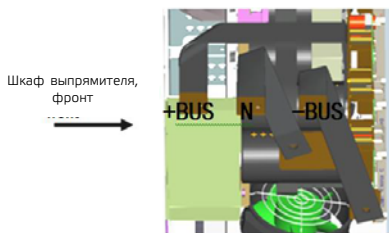
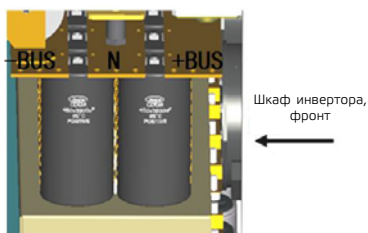

Рис. 3-18: Гибкая медная шина шкафа выпрямителя
Рис. 3-19: Медная шина шкафа инвертора
3. Подключите шину. Подключите гибкую медную шинную перемычку от шкафа выпрямителя (см. рисунок 3-18) к соответствующей медной шине шкафа инвертора (см. рисунок 3-19).